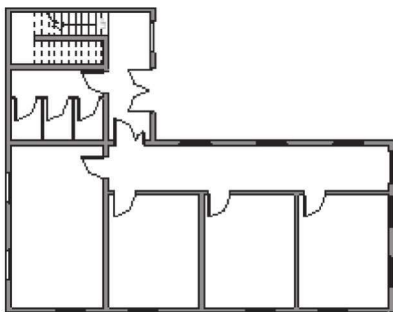

图 1-14
(1) 楼层平面视图。楼层平面视图是新建筑项目的默认视图，大多数项目至少包含一个楼层平面。楼层平面视图在将新标高添加到项目中时自动创建，如图 1-14 所示。
(2) 天花板投影平面视图。大多数项目至少包含一个天花板投影平面（RCP）视图。天花板投影平面视图在将新标高添加到项目中时自动创建，如图 1-14 所示。